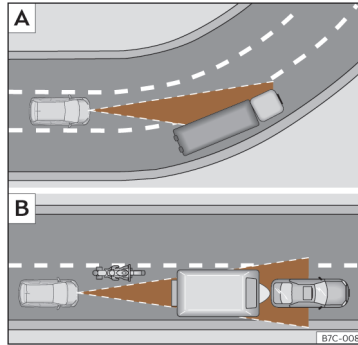

Fig. 174 [A] Automobil în curbă. [B] Motociclist în față, în afara razei de acțiune a senzorului cu radar.
Este posibil ca sistemul ACC să nu detecteze autovehiculul din față într-o curbă sau să regleze distanța față de autovehicule aflate pe alte benzi de circulație»» fig. 174 [A].
- Autovehicule nealiniat în timpul deplasării sau aflate în afara zonei de detectare a senzorului, cum ar fi motocicletele»» fig. 174 [B].